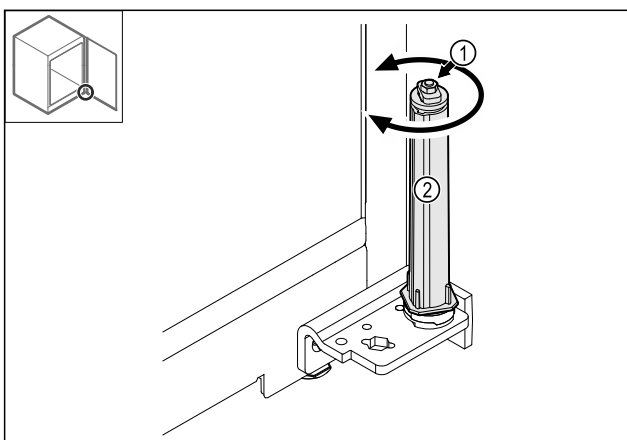

Fig. 40
- Nerozebírejte šroubové spojení Fig. 40 (1) uzavíracího systému.
- Otáčejte uzavíracím systémem Fig. 40 (2), dokud nezacvakne.